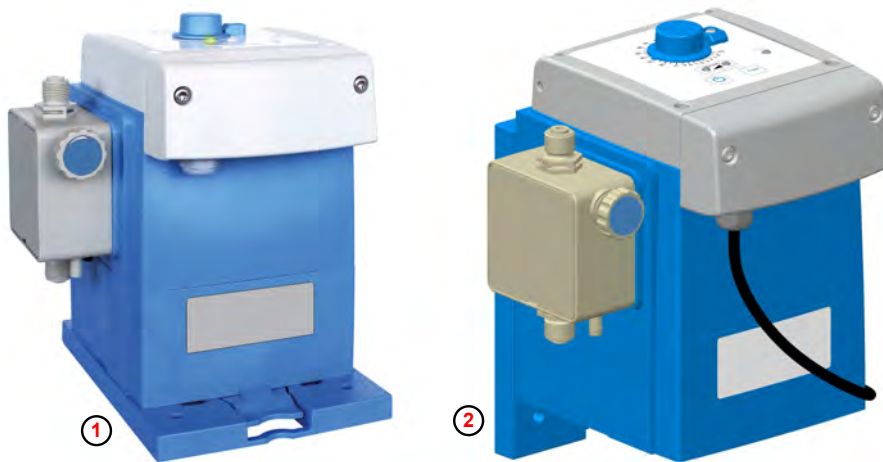

Abb. 3: Tischmontage und Wandmontage
① Tischmontage
② Wandmontage
Die Pumpe kann mit der Montageplatte sowohl stehend (z.B. auf einer Konsole oder auf dem Dosierbehälter (Abb. 3 , ①), als auch an einer Wand hängend ② montiert werden.